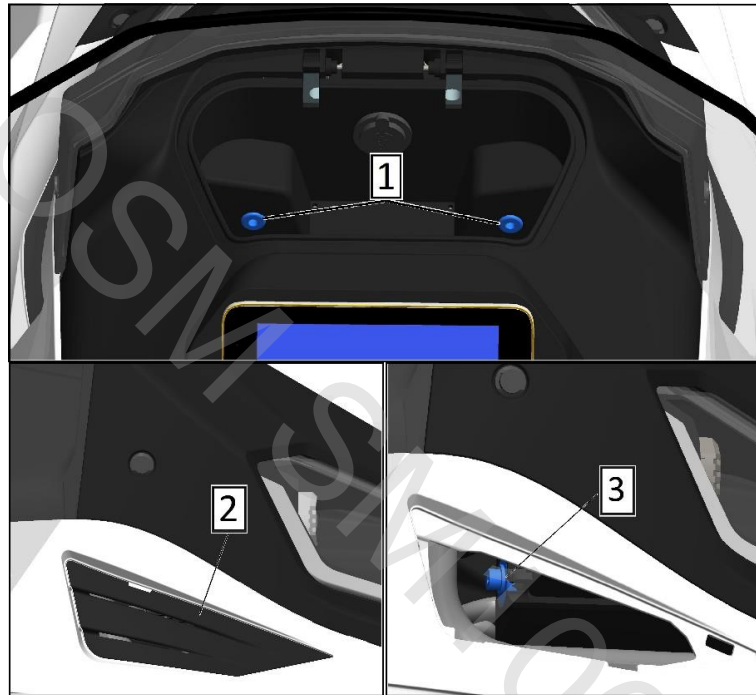

Рис. 7
3. Вставьте шестигранник 4 мм в отверстие с левой стороны (поз. 1, рис. 7) в вещевом отсеке, нащупайте регулировочный винт левой фары.
8. При необходимости выполнить регулировку с правой стороны, откройте крышку (поз. 2, рис. 7) с правой стороны снегохода. Заведите в образовавшееся отверстие и установите шестигранник 4 мм в регулировочный винт (поз. 3, рис. 7). Вращая шестигранником регулировочный винт по часовой стрелке, сместите пучок правой фары вправо. Вращая шестигранником регулировочный винт против часовой стрелки, сместите его влево.
9. При необходимости выполнить регулировку с левой стороны, откройте крышку (поз. 2, рис. 7) с левой стороны снегохода. Заведите в образовавшееся отверстие и установите шестигранник 4 мм в регулировочный винт (поз. 3, рис. 7). Вращая шестигранником регулировочный винт, выполните аналогичную последовательность действий.
11. После завершения регулировки света фар в горизонтальной плоскости, установите на место обе крышки регулировочного отверстия (поз. 2, рис. 7) с левой и правой сторон.